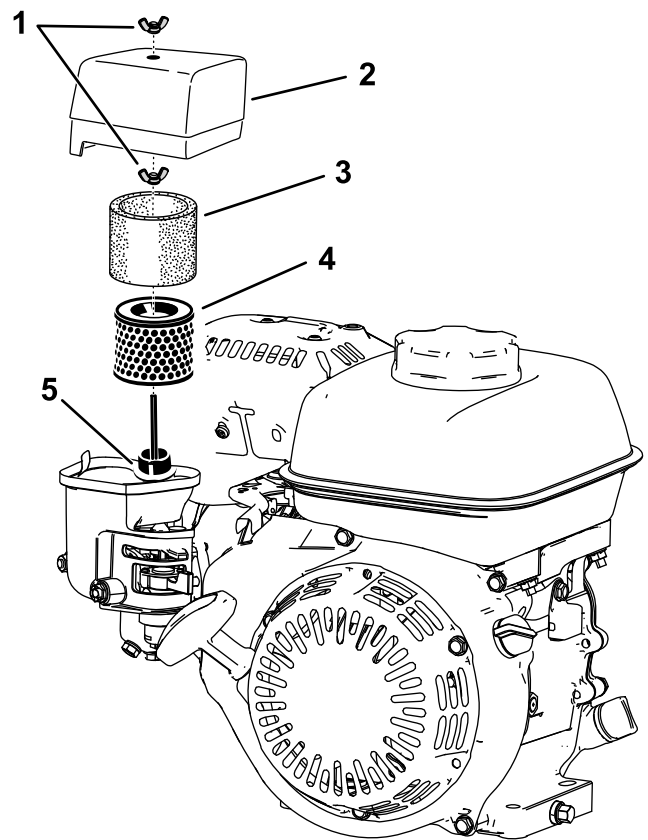

Figura 33
- Rimuovete il dado ad alette che fissa il coperchio del filtro dell'aria (Figura 33).